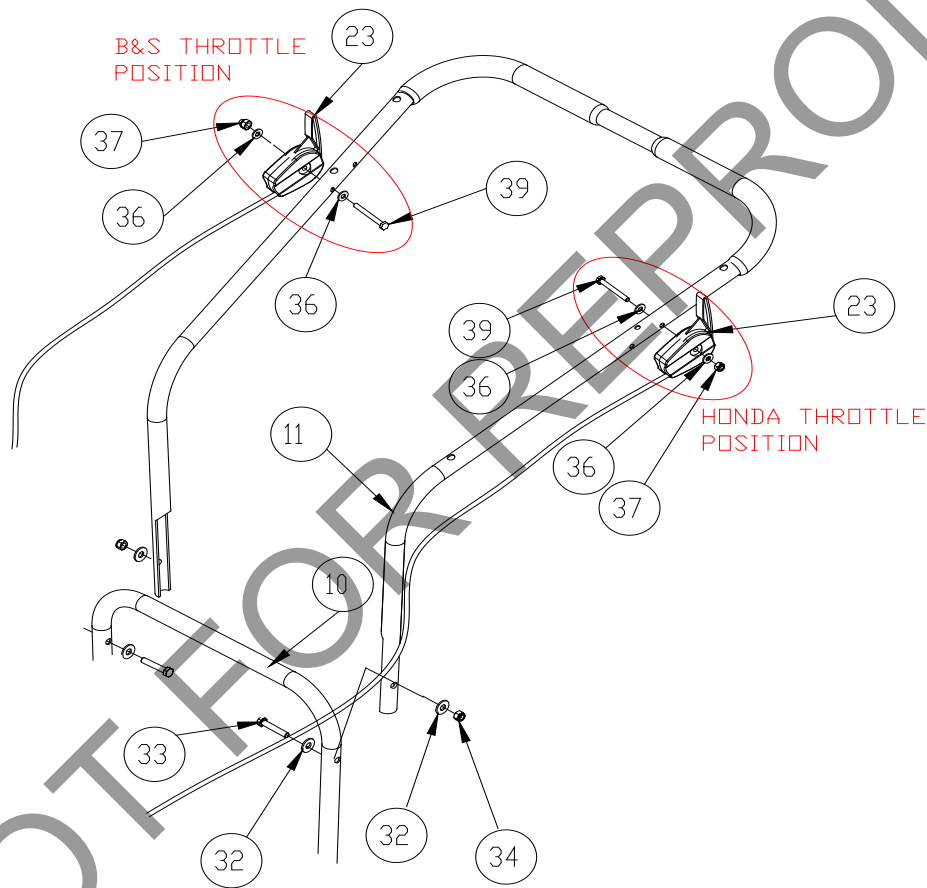

Fig. 1
1. **MONTERA** Lyft det övre handtaget (artikel 11), hämta artikel 34, 32 och 33 från reservdelspåsen. Montera och fäst det övre handtaget enligt bild med dessa artiklar. (Se Fig. 1)